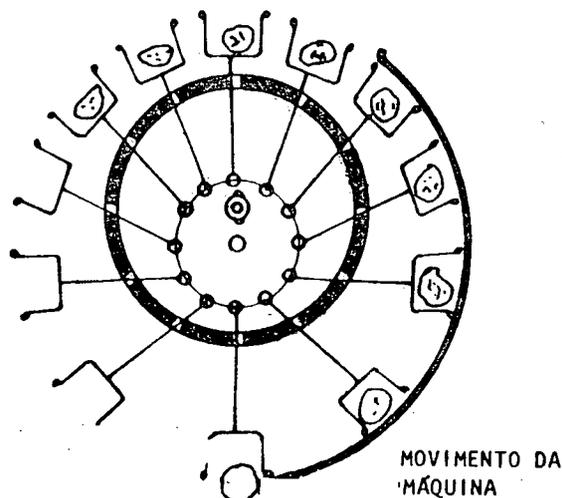

Fig. 3
*Sistema de roda alimentadora vertical (fig. 3).*